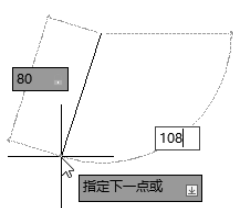

图 2-3 确定 P2 点
(2) 拖动鼠标, 然后在动态输入框中输入长度为 80, 按 Tab 键切换到角度输入框, 输入角度为 108° , 如图 2-3 所示。按 Enter 键确认 P2 点。